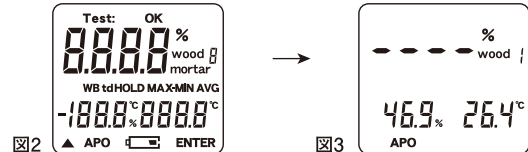
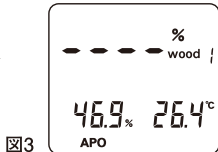

図2
図3
(1) 本体の電源を入れます。〇ボタン⑤を押すと電源が入り図2が表示された後、図3のように表示部②に各測定値が表示されます。また、電源を切る時は、この〇ボタン⑤を2秒以上長押しします。
(4) セットモード (オートパワーオフのON/OFFの設定) オートパワーオフ機能のON/OFFの切り替えを行います。"ON"または"OFF"が点滅している時に▲ボタン③を押すと設
定の切り替えが出来ます。"On"または"OFF"を選択して"MODE"ボタン④を押してください。画面が図2に切り替わり図3の測定モードに戻ります。